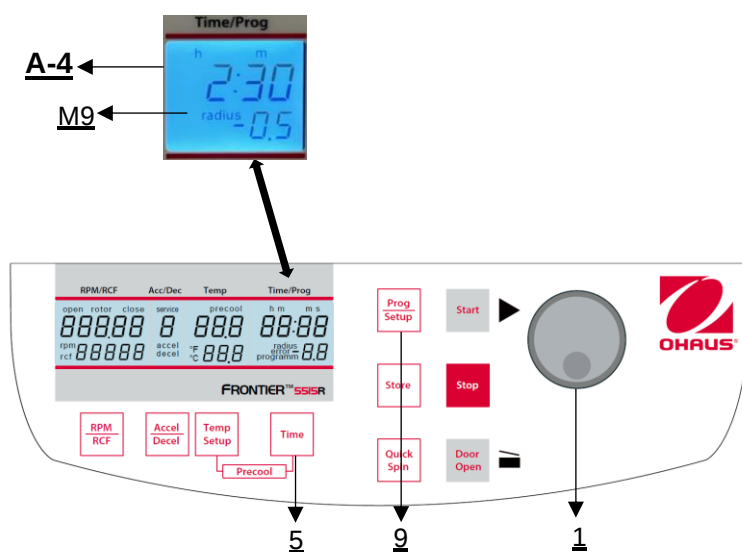

Figura 21
Per prima cosa, chiudere il coperchio della centrifuga, quindi premere contemporaneamente il tasto **"Tempo"** (5) e il tasto **"Prog/Setup"** (9) e tenerli premuti (**vedere Figura 21**).